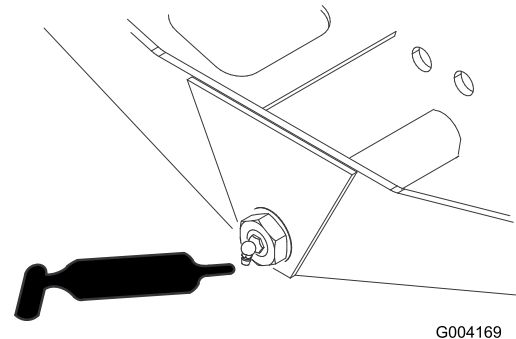

Figure 57
- Pivot de direction d'essieu (1) (Figure 57)